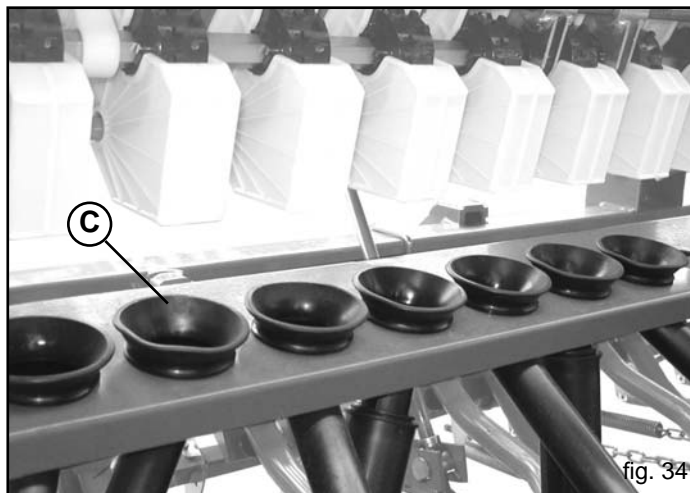

fig. 34
- 1) Abbassare la bussoliera (C Fig. 34).